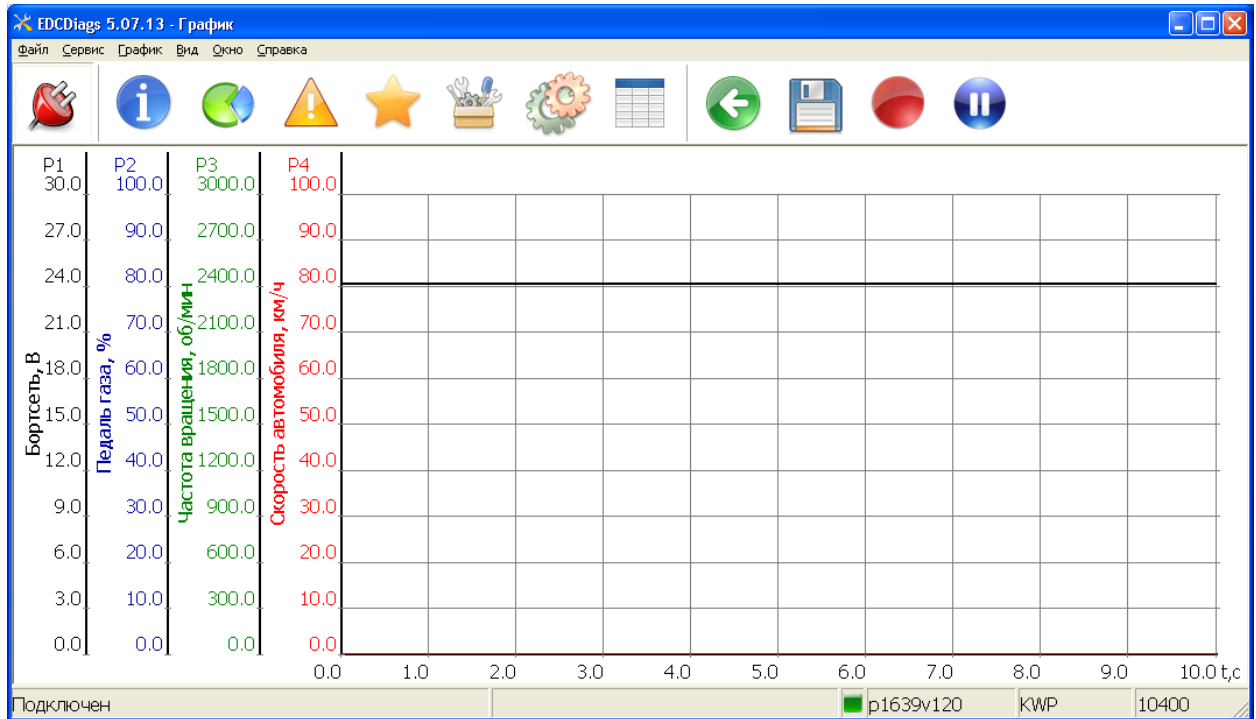

Рис. 3.7.
3.7.7. Возможна одновременная работа с тремя и более параметрами на одном графике (Рис. 3.7.). Для этого необходимо добавить в «список пользователя» требуемые параметры, перейти в «набор X» и нажать на кнопку «Вывести на график» .